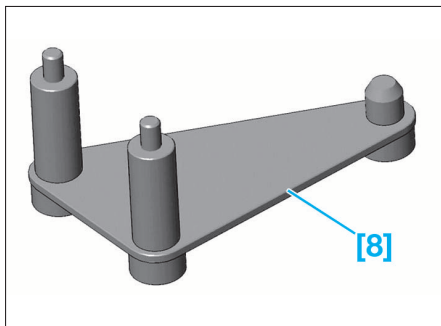

FIG. 36
- Extraire la cage intérieure (2), à l'aide de l'extracteur [1].
- Préparer l'outil [8] (Fig.36).